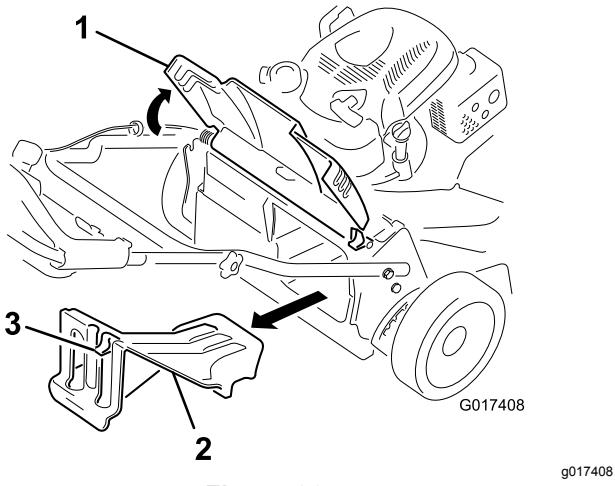

Figura 26
1. Alzate lo sportello posteriore e tenetelo alzato (Figura 26).
- 2. Rimuovete il coperchio di scarico posteriore abbassando il fermo con il pollice ed estraendo il coperchio dalla macchina (**Figura 26**).